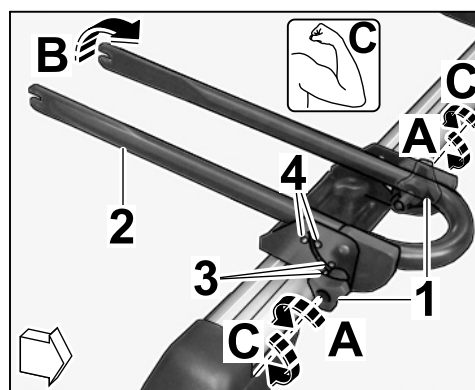

Figura 28
6.2.1 Aflojar un poco el tornillo de muletilla lateral (2 uds.) (⇒ *Figura 28-A*).
6.2.2 Levantar la horquilla del soporte de rueda delantera en vertical (⇒ *Figura 28-B*).
6.2.3 Apretar el tornillo de muletilla lateral (2 uds.) (⇒ *Figura 28-C*).